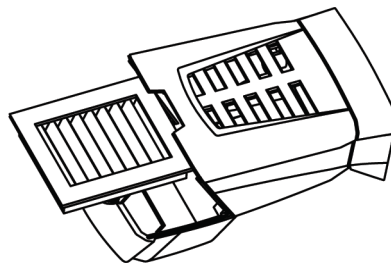

Рис. 5
3. Извлеките фильтрующий элемент (рис. 5)